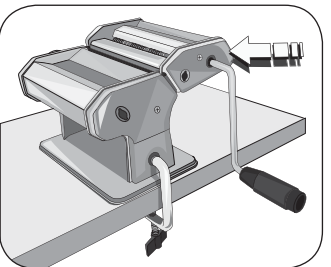

Fig. 16
- 4) Inserire la manovella (L) nel foro del rullo desiderato (Fig. 16).